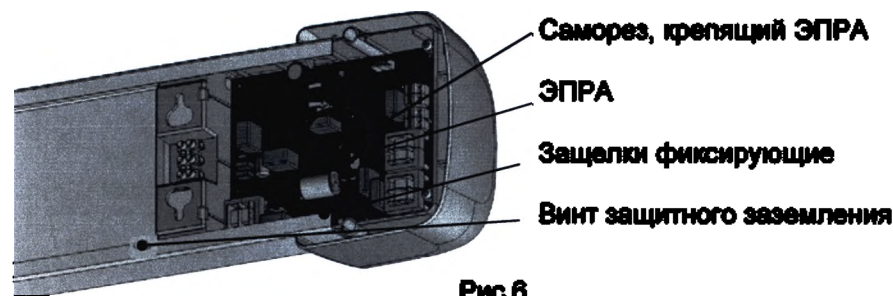

Рис.6
7.5. По окончании срока службы ламп (в зависимости от типа установленных ламп) необходимо произвести замену обеих ламп п.7.6 и провести техническое обслуживание облучателя (очистка узлов от пыли, контроль электрических контактов, крепежных элементов и крепления наконечника провода заземления на корпусе облучателя при помощи винта рис.6). При замене ламп необходимо сбросить показания счетчика электронного.
- Отсоединить наконечник провода заземления ХТ4 ЭПРА от основания облучателя, предварительно открутив винт и гайки рис.6.
- Открутить саморез, крепящий ЭПРА (рис.6).
- Извлечь ЭПРА из правого торцевого блока, нажав на фиксирующие зажелки рис.6.
- Установить новый ЭПРА, зафиксировав зажелками и саморезом (рис.6).
- Закрепить винтом и гайкой через шайбы наконечник провода заземления ХТ4 на основании облучателя рис.6.
- Извлечь ЭПРА из правого торцевого блока, нажав на защелки (рис.6).
- Установить ЭПРА, зафиксировав защелками и саморезом (рис.6).